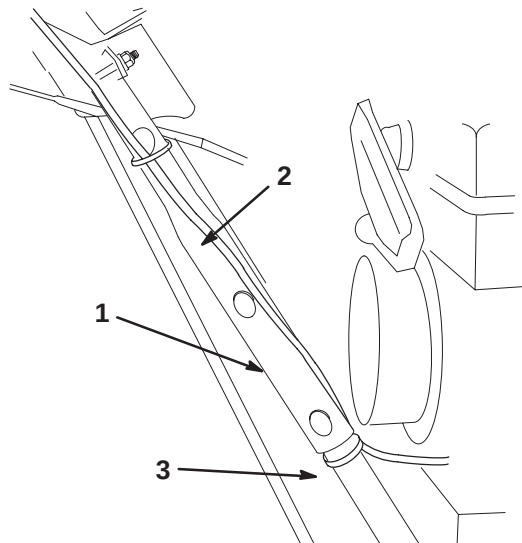

Bild 2
4. Befestigen Sie den Kabelbaumanschluss mit einer Kunststoffkabelbinde (aus dem Kit) unten rechts am Griff, ungefähr 2,5 cm unter dem unteren Ende des oberen Griffs (Bild 2).